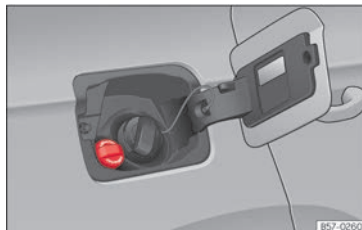

Abb. 221 Verschlussdeckel des AdBlue®-Tanks.
- Öffnen Sie die Tankklappe **»» (Abb. 221)**.
- Verschlussdeckel des SCR-Einfüllstutzens nach links drehen »» (Abb. 221).